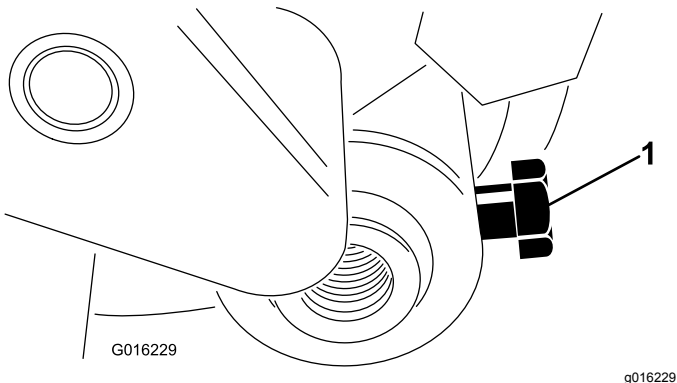

Figura 3
3. Afloje el perno que sujeta el eje del rodillo al brazo de ajuste de altura de corte (Figura 3).